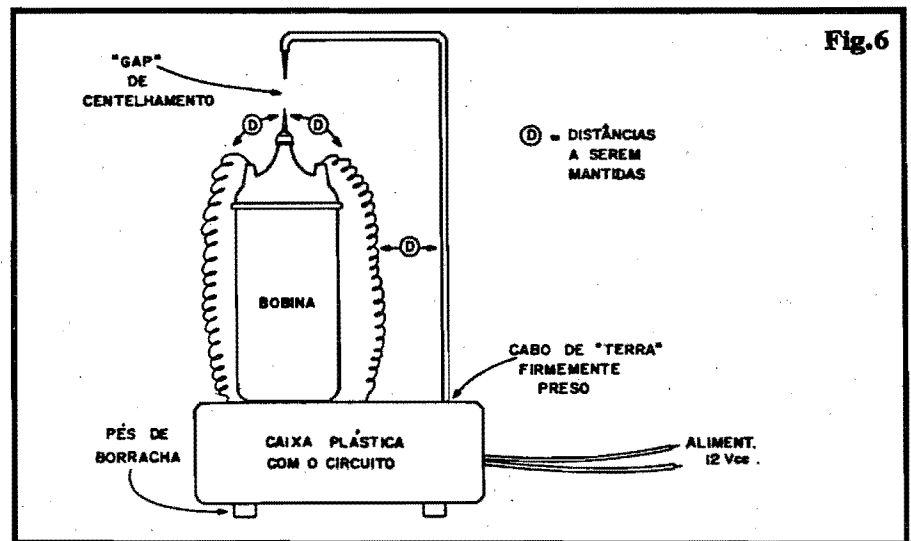

Fig. 6
- FIG. 6 - ARRANJO GERAL DA CAIXA/BOBINA/CENTELHA-
Na verdade, mesmo sob 6 VCC, o circuito deverá funcionar, porém sob reduzida capacidade de geração de AT... Em Experiências rápidas, mesmo pilhas poderão ser usadas na energização do GERA (4 a 8 pilhas grandes, num suporte). O ideal, contudo, é alimentar a "fera" a partir de uma fonte de 12V x 1A (devido às características de "pouca frescura" do circuito, mesmo fontes baratas, não reguladas nem estabilizadas, de ripple considerável, servirão...). Com o conjunto arranjado conforme fig. 6, afastamento no gap de centelhamento em torno de 1 cm., é só ligar a alimentação para que o "raio" surja entre as pontas do centelhador, na forma de uma crepitante fásca azulada, ondulando em pleno ar, repleta de energia... Não se espantem se o ar começa a "cheirar" diferente junto ao EXPERIMENTADOR... Isso se deve à presença do ozônio, um alótropo do oxigênio gerado pela forte ionização do ar imposta pela passagem do "raio" de AT...